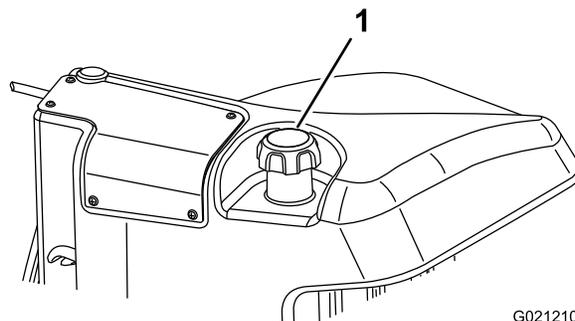

Рисунок 30
3. Снимите крышку топливного бака (Рисунок 30).